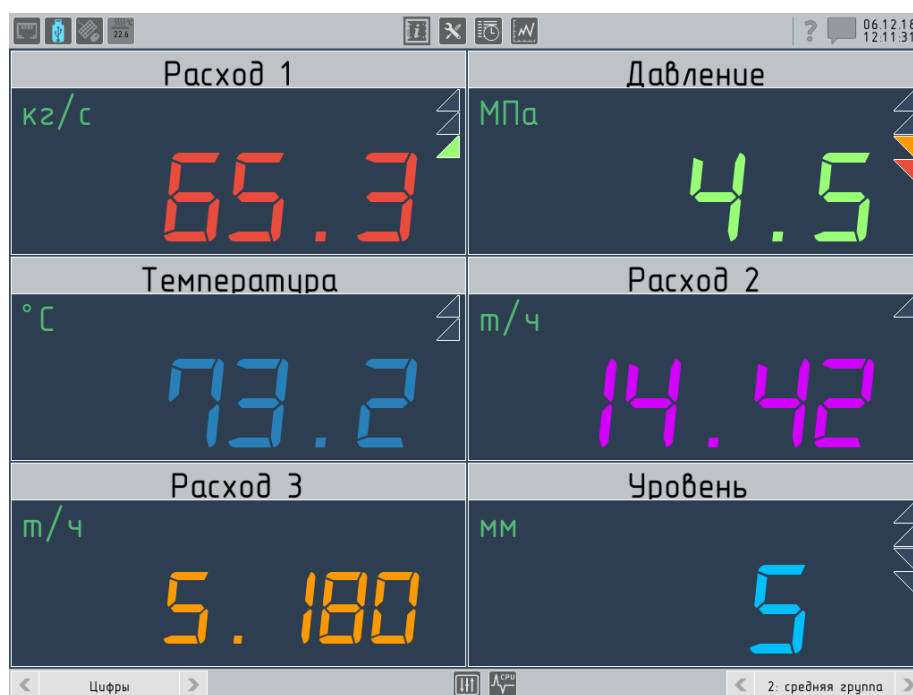

Рисунок 4.17 – Режим **"Цифры"** малая группа, **"цветовая индикация"**
- ▶ "цифры" – группа окон цифрового отсчёта (см. рисунок 4.17);